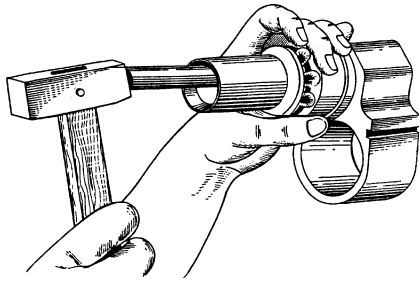

Рис. 120. Від'єднання обойми від газового циліндра
1.13. Від'єднати обойму від газового циліндра, для чого за допомогою молотка та вибивача (рис. 120) від'єднати газовий циліндр від обійми.